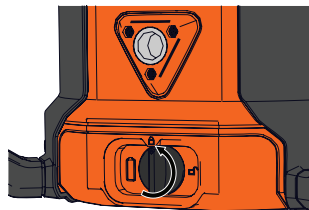

Figura 10
9. Presione y gire la perilla de bloqueo de la batería hacia la izquierda hasta la posición "LOCK" (bloqueo) para bloquear la cubierta de la batería. (Figura 10)